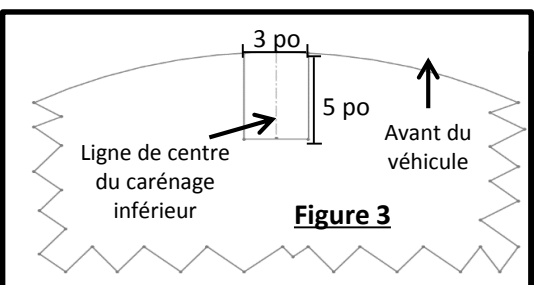

Figure 3
- Modèles fabriqués aux États-Unis: Fixer l'attelage sur le véhicule à l'aide des boulons 10 mm fournis (article ⑥), deux (2) par côté, et des rondelles coniques 7/16 po, (article ③) (côté denté vers l'attelage).
- Modèles fabriqués en Corée: Fixer l'attelage sur le véhicule à l'aide des boulons 8 mm fournis, (article ⑦), deux (2) par côté, et des rondelles coniques 3/8 po (article ⑧) (côté denté vers l'attelage). Fixer l'attelage sur la cloison. Retirer ensuite l'article ⑤ et fixer les articles ③ et m sur l'article ①.
- Découper le carénage inférieur** – Dans le centre du carénage inférieur, découper une section de 3 x 5 po (larg x long.) pour le dégagement du tube récepteur de l'attelage (Voir Figure 3).
- Réinstaller le carénage inférieur et le couvercle en plastique** – Encliqueter le carénage inférieur en place et réinsérer les deux (2) vis retirées à l'étape 2. Remettre en place le couvercle en plastique à l'aide des quatre (4) écrous 10 mm et des trois (3) goupilles-poussoirs en plastique retirés à l'étape 1.
- a) **Modèles fabriqués aux États-Unis:** Fixer l'attelage sur le véhicule à l'aide des boulons 10 mm fournis (article ⑥), deux (2) par côté, et des rondelles coniques 7/16 po, (article ③) (côté denté vers l'attelage).
- b) **Modèles fabriqués en Corée:** Fixer l'attelage sur le véhicule à l'aide des boulons 8 mm fournis, (article ⑦), deux (2) par côté, et des rondelles coniques 3/8 po (article ⑧) (côté denté vers l'attelage). Fixer l'attelage sur la cloison. Retirer ensuite l'article ⑤ et fixer les articles ③ et m sur l'article ①.
7. **Découper le carénage inférieur** – Dans le centre du carénage inférieur, découper une section de 3 x 5 po (larg x long.) pour le dégagement du tube récepteur de l'attelage (Voir Figure 3).